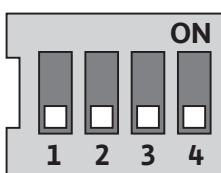

Fig. 29: Interruttori DIP
Gli interruttori DIP (Fig. 9, pos. 6/ Fig. 29) si trovano sotto la copertura del corpo.